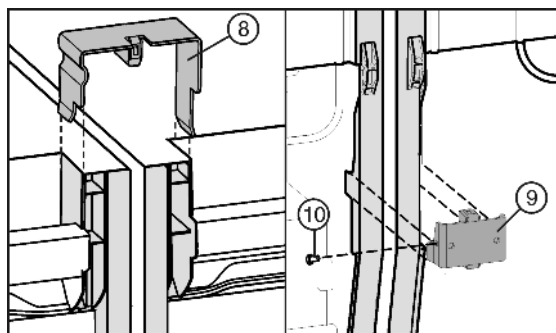

Fig. 7
- ▶ Sätt förbindelseklämman Fig. 7 (8) upptill på den mittersta sidoväggen.
- ▶ Sätt in förbindelsevinkeln Fig. 7 (9) nedtill i det passande urtaget.
- ▶ Montera skruven Fig. 7 (10) om förbindningsvinkeln sitter lite löst.